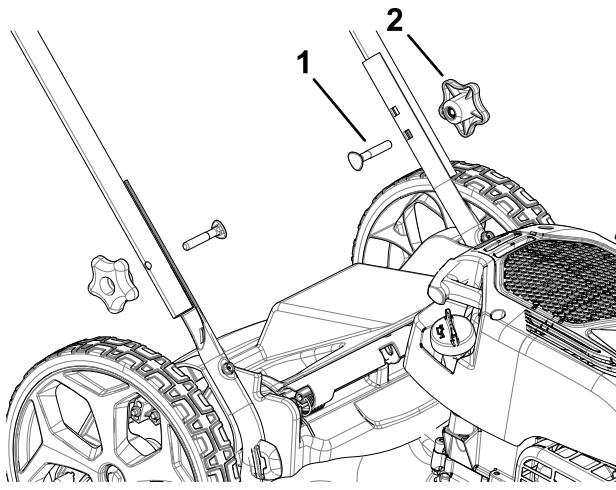

Bild 3
1. Nehmen Sie die Handräder und Schrauben des Holms vom Maschinengehäuse ab (Bild 3).
2. Bringen Sie den Holm am Maschinengehäuse an (Bild 3).